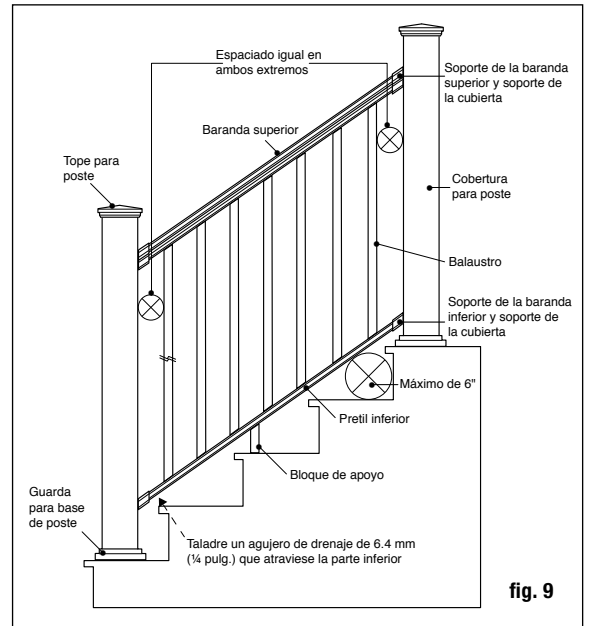
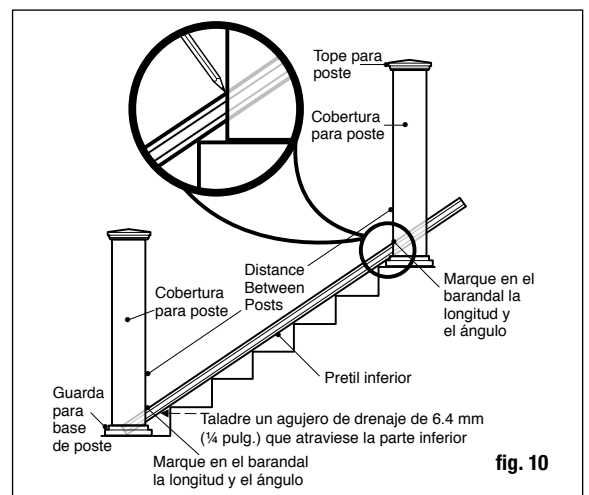

fig. 9
fig. 10
**Paso 6** Mida la distancia entre las coberturas de poste instaladas para determinar la longitud de los barandales superior e inferior. Posicione el barandal inferior en los peldaños de la escalera al lado de los postes y ajústelo de modo que la distancia entre el primer agujero de balaustre y el poste sea mayor a 7 cm (2-3/4 pulg.) como mínimo, e igual en ambos extremos (fig. 9). Marque el barandal en la longitud y ángulo apropiado. Corte el barandal inferior. Corte el barandal superior a la misma longitud y ángulo (fig. 10). **Taladre un agujero de drenaje de 6.4 mm (1/4 pulg.) que atraviese la parte inferior del larguero, para evitar la acumulación de agua. Coloque el agujero cerca del extremo inferior del larguero, aproximadamente a 38 mm (1.5 pulg.) del extremo del larguero, para evitar el soporte inferior.**
**Paso 7** Coloque las cubiertas de soportes del barandal apropiado y los soportes para escalera en los extremos del barandal inferior. Ponga especial atención a los soportes que utilice, ya que son diferentes dependiendo de si es el barandal superior o inferior y del ángulo hacia arriba o abajo. Determine la posición del bloque de apoyo y fíjelo al barandal inferior. Sostenga el barandal inferior entre los postes en los peldaños de la escalera (fig. 10). Podría necesitar colocar cuñas iguales entre dos rebordes de peldaños para elevar el barandal inferior. Consulte los requisitos en su área. Generalmente, no puede permitirse que pase una esfera de 15.2 cm (6 pulg.) a través del triángulo formado por el barandal inferior, el travesaño y la contrahuella (fig. 9). Centre el soporte de la escalera en el poste. Usando el soporte de escalera como guía, marque las posiciones de los tornillos en la cobertura del poste y en el barandal en ambos extremos. Pretaladre agujeros guía de .32 cm (1/8 pulg.) a través de la cobertura de poste y del barandal. Sujete el soporte de escalera a la cobertura del poste usando los tornillos cuadrados de cabeza plana #8 - 15 x 2" - #2 y luego sujete el soporte de escalera al barandal usando tornillos cuadrados autorroscantes de cabeza oblea #8-16 x 3/4" - #1.